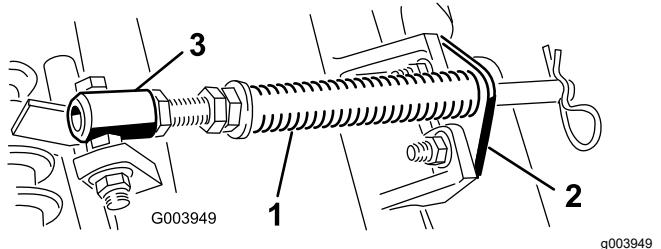

Bild 4
- A. Nehmen Sie die zwei Schlossschrauben und Muttern ab, mit denen die Stangenhalterung an den Nasen der Schneideeinheit befestigt ist (Bild 4).
- B. Nehmen Sie die Bundmutter ab, mit denen die Schraube des Federrohrs an der Trägerrahmennase befestigt ist (Bild 4). Nehmen Sie das Bauteil ab.
Hinweis: Positionieren Sie den Schraubenkopf zur Außenseite der Nase, wie in Bild 4 dargestellt.